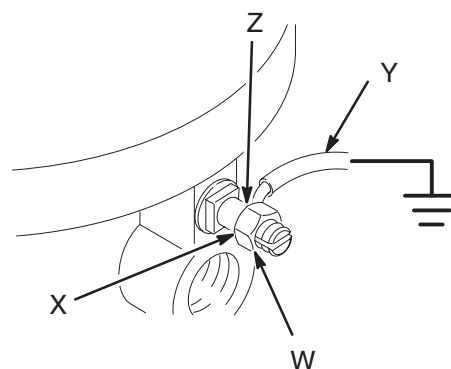

Fig. 1
- *Pompe*: utiliser un câble et une pince de mise à la terre. Voir Fig.1. Desserrer l'écrou (W) et la rondelle (X) de la borne de mise à la terre. Introduire l'une des extrémités d'un câble de terre (Y) de 1,5 mm² minimum dans la fente de la borne (Z) et serrer l'écrou à fond. Raccorder l'autre extrémité du câble à une véritable prise de terre. Pour passer commande du câble et de la pince de mise à la terre, indiquer le numéro de référence 237569.